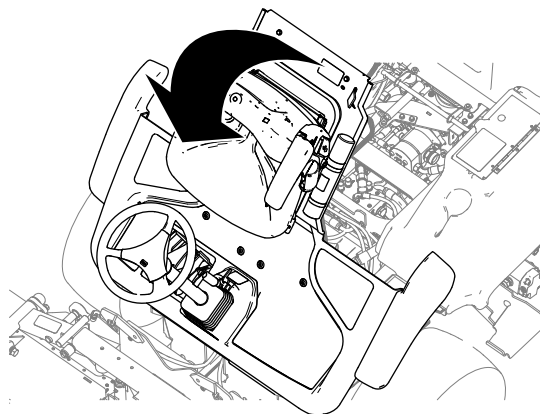

Figura 2
2. Eleve la plataforma (Figura 2).